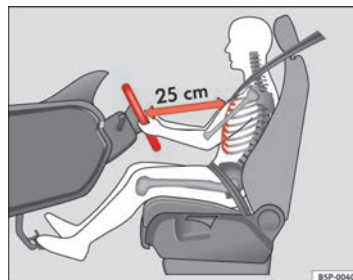

Abb. 115 Die richtige Sitzposition des Fahrers
- Stellen Sie das Lenkrad in die gewünschte Position ein \Rightarrow Abb. 115.
- Stellen Sie den Fahrersitz bzw. das Lenkrad so ein, dass der Abstand zwischen Lenkrad und Brustbein mindestens 25 cm beträgt ⇒ **Abb. 115**. Wenn Sie den Mindestabstand nicht einhalten, kann Sie das Airbag-System nicht schützen – Lebensgefahr!